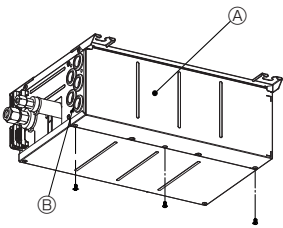

Fig. 8-1
1. Retire la cubierta eléctrica. (Fig. 8-1)